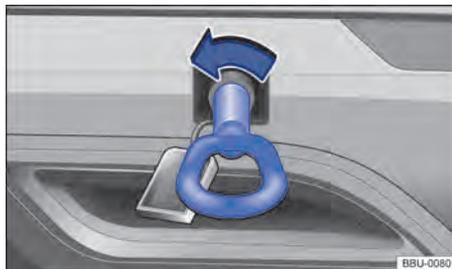

Fig. 158 No para-choque traseiro à direita: rosquear a argola de reboque.
- Rosquear a argola de reboque tão firme quanto possível **no sentido anti-horário** no alojamento → Fig. 158, → ⚠️. Utilizar um objeto apropriado